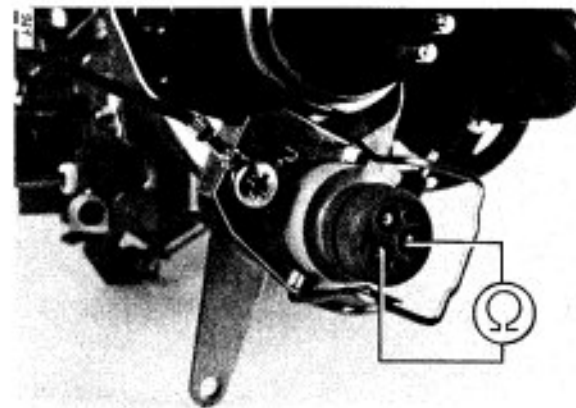

Bild 7a
4.2 Schleifer-Widerstand im Stellbereich (Bild 7a)